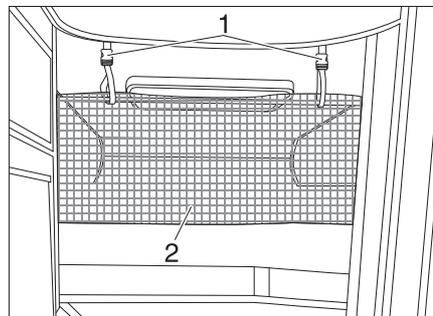

Bild 124 Sicherungsnetz
Das Sicherungsnetz (Bild 124,2) ist serienmäßig zwischen Matratze und Lattenrost verstaут. Das Sicherungsnetz erst aufspannen, wenn sich die Person bereits im Bett befindet.
- Die Haltebänder (Bild 124,1) in die Halterungen an der Decke einrasten.
**Sicherungsnetz** Das Sicherungsnetz (Bild 124,2) ist serienmäßig zwischen Matratze und Lattenrost verstaut. Das Sicherungsnetz erst aufspannen, wenn sich die Person bereits im Bett befindet.